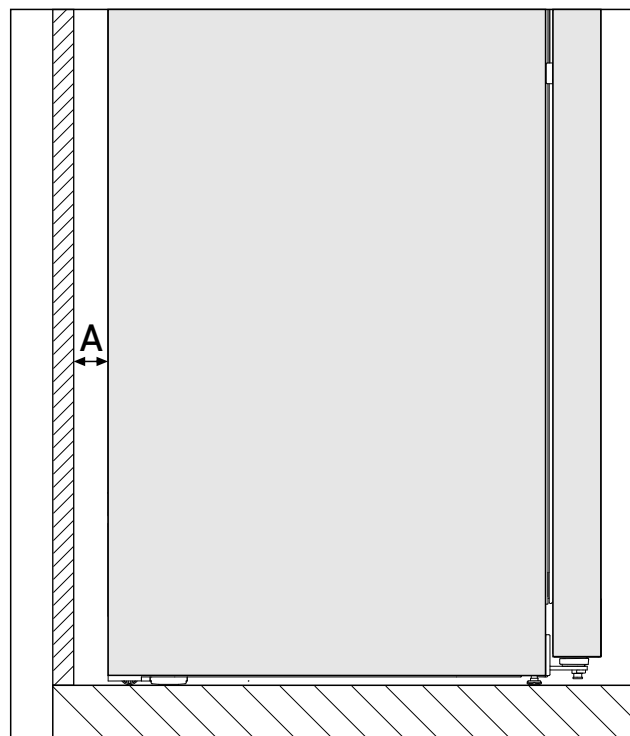

Fig. 2 *
Zużycie energii określono na podstawie odstępu ściany Fig. 2 (A) pomiędzy tylną ścianą urządzenia a ścianą. Jeżeli odstęp ściany jest mniejszy niż Fig. 2 (A), nie ma to wpływu na sprawność urządzenia, jednak zużycie energii zwiększa się nieznacznie przy mniejszym odstępie od ściany.